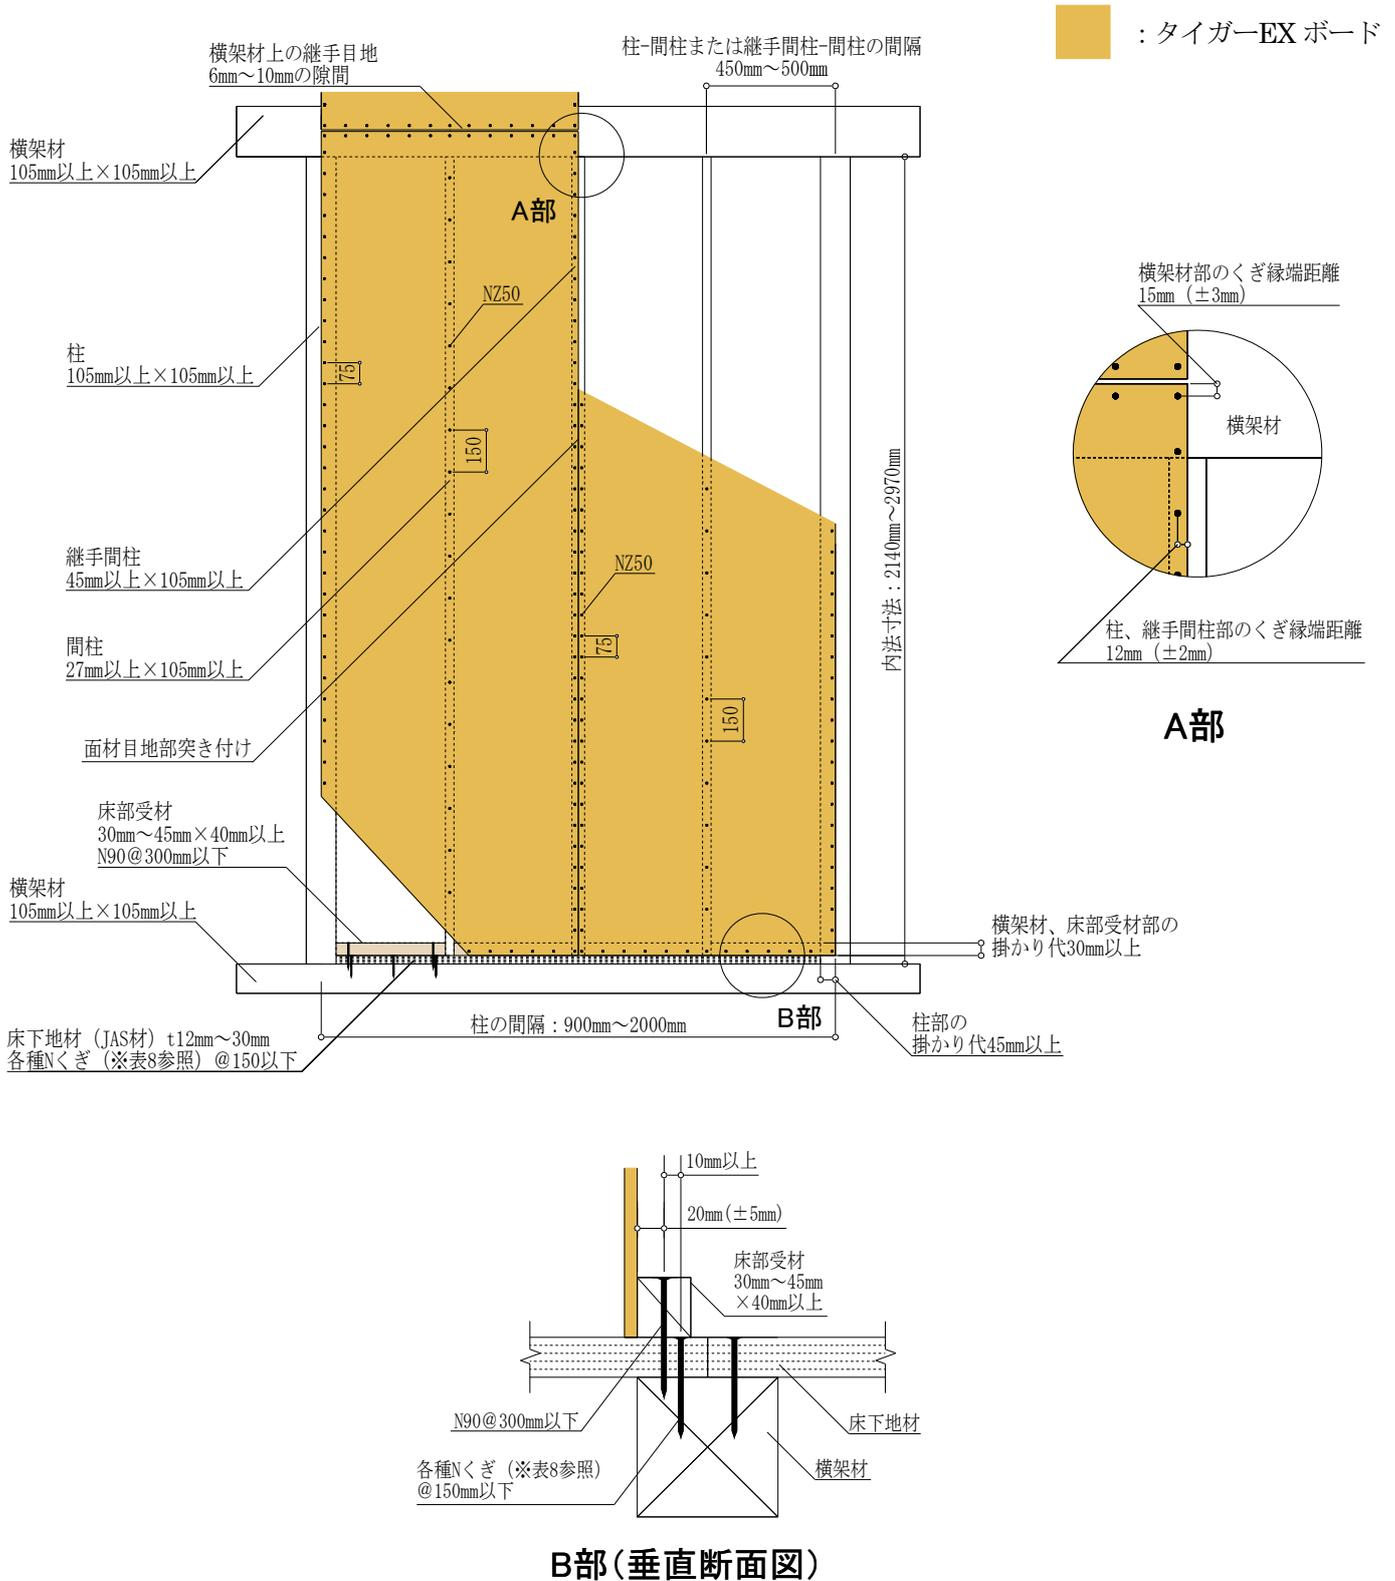

図7 床勝ち仕様 (FRM-0594 : 2.2倍) 施工概略図 (2Pの場合)
施工においては、図7および注意事項に記載の内容を遵守してください。
- ・タイガーEX ボードは、原則1枚張りとし、縦継ぎ張りについては、P25「⑧縦継ぎ張りについて」をご確認ください。
- ・図7は2Pの施工例となっておりますが、1Pの場合も耐力壁とできます。